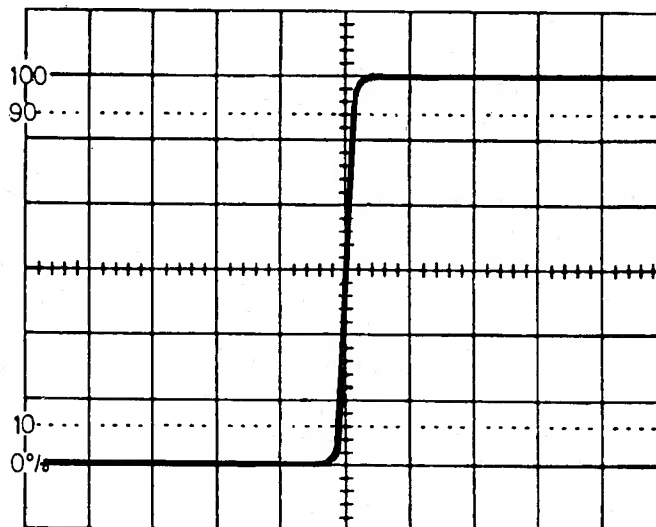

Abb. 4.3
26. Verdrehen Sie das Poti TIME POSITION vorsichtig so weit, daß sich die positive oder negative Flanke in die Bildmitte befindet. Vergewissern Sie sich, daß die Darstellung so gedehnt erscheint, wie es Abb. 4.3 zeigt.